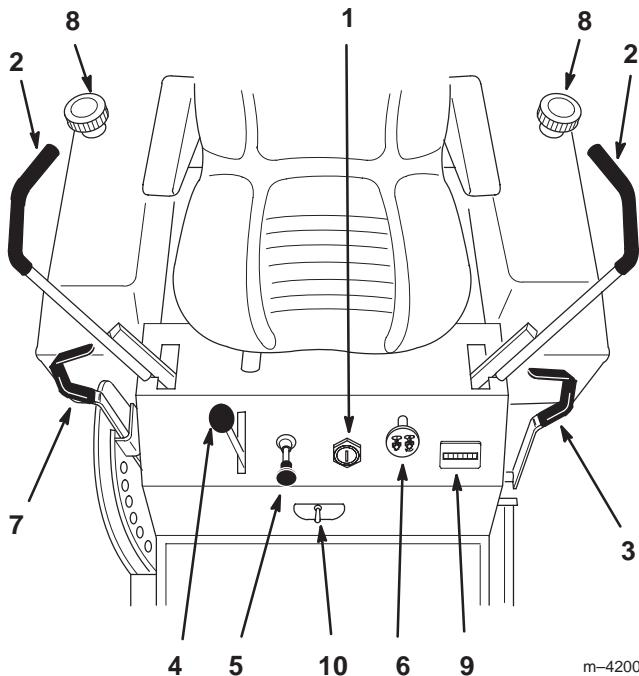

Bild 12
Machen Sie sich mit den Bedienungselementen (Bild 12) vertraut, bevor Sie den Motor anlassen oder die Maschine bedienen.
- Bewegen Sie die Fahrschalthebel aus der Neutralsperreinstellung (Bild 12) heraus.